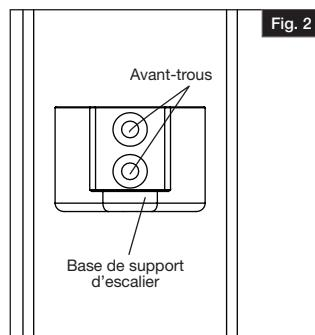

Fig. 2
- Aligner les supports du haut et du bas avec embout (Fig. 2) sur les avant-trous en s'assurant qu'ils sont d'équerre. Fixer les supports à l'aide des vis à tête plate non peintes de 1-1/2 po (38,1 mm).